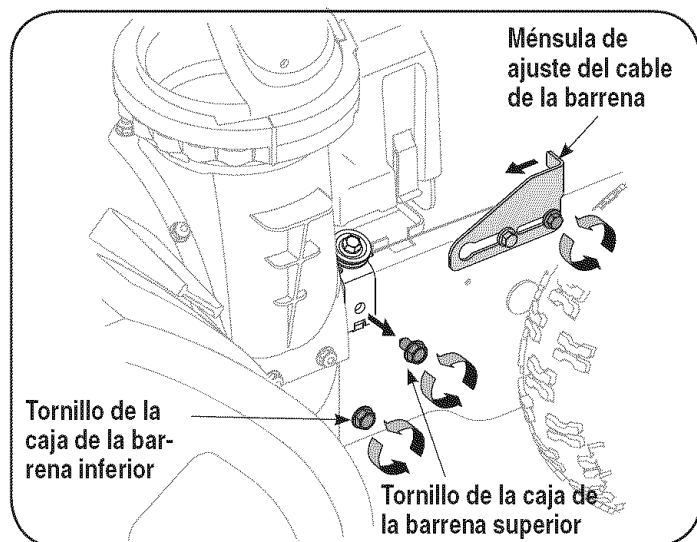

Figura 12
1. Afloje la tuerca hexagonal posterior en el soporte de ajuste del cable. Vea la figura 12.
1. Afloje el tornillo posterior en la ménsula de ajuste del cable de la barrena utilizando una llave de  $\frac{3}{8}$ " y deslice el soporte completamente hacia delante para lograr el máximo juego en el cable de la barrena. Vea la figura 12.
3. Afloje el tornillo de montaje de la caja de la barrena inferior de cada lado un (1) giro completo utilizando una llave de  $\frac{1}{2}$ ". Vea la figura 12.